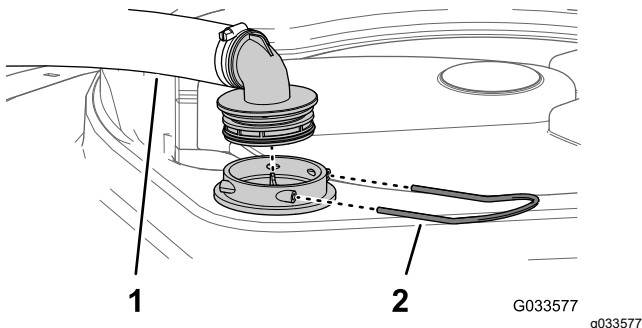

図 145
2. タンク上部で、フィルタハウジングからの太いホースについているフィッティングを固定しているリテーナを外す 図 145。
3. フィルタハウジングからホースとフィッティングを取り外す 図 145。